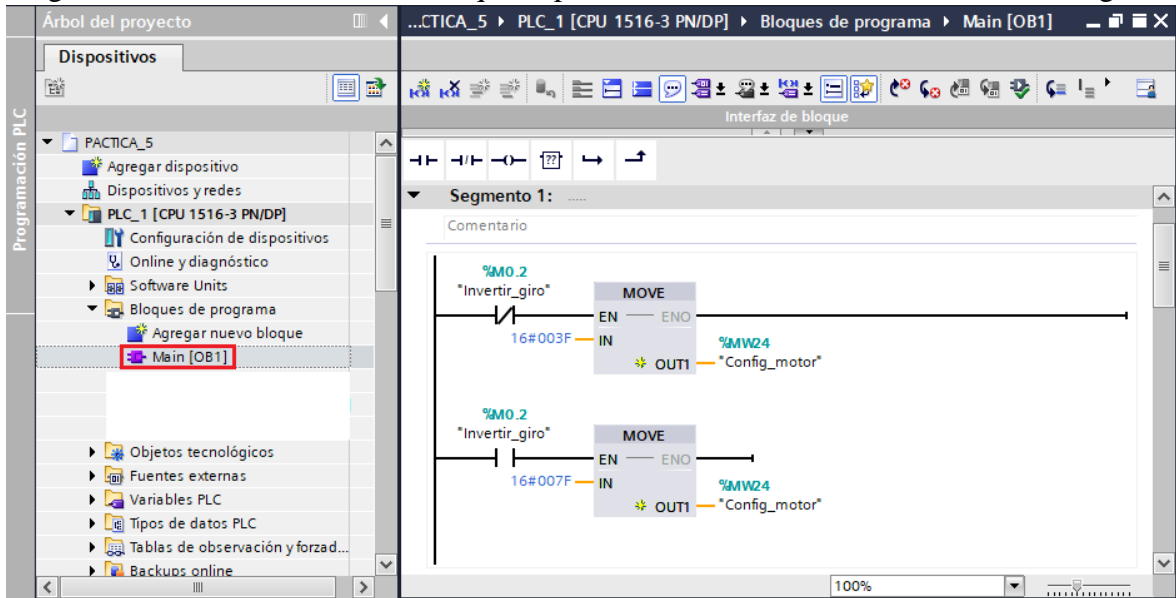

Figura 23: Configuración del motor
(2) Luego configurar el telegrama 20 para ello hacer clic en “PLC_1 [CPU 1516-3 PN/DP]” / “Bloques de programa” / “MAIN [OB1]”
- En el primer segmento se realizará la configuración del motor para fijar el sentido de giro del motor, para ello se debe agregar un bloque “Move” (ver Figura 23).